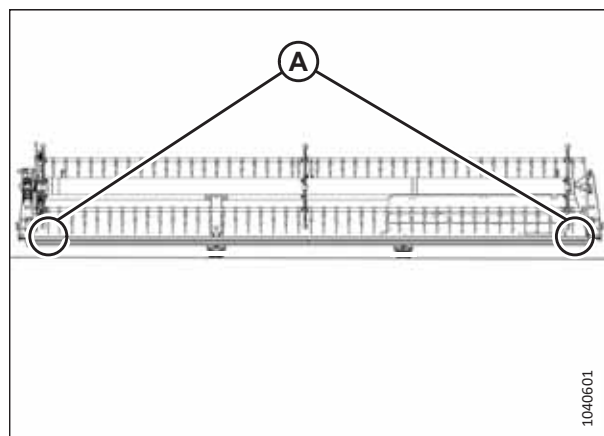

Рисунок 4.274: Расположение точек замера на жатке с одинарным мотовилом
- Рисунок 4.274, страница 421 – жатки с одинарными мотовилом